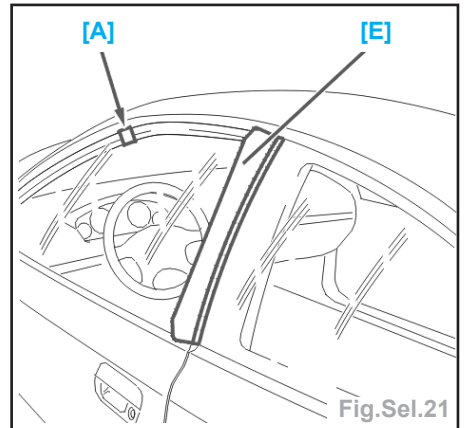

Fig.Sel.21
- Placer la cale [A] sur la feuillure intérieure du joint d'encadrement de porte (Fig.Sel.21).